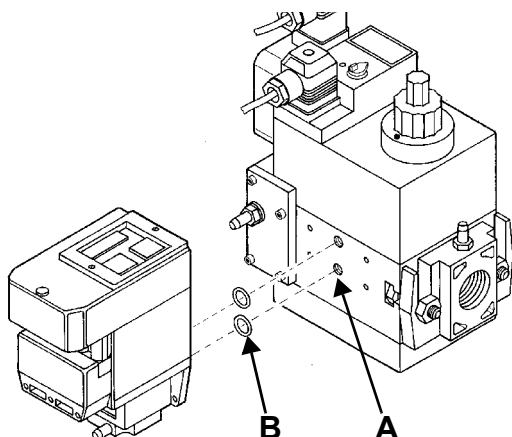
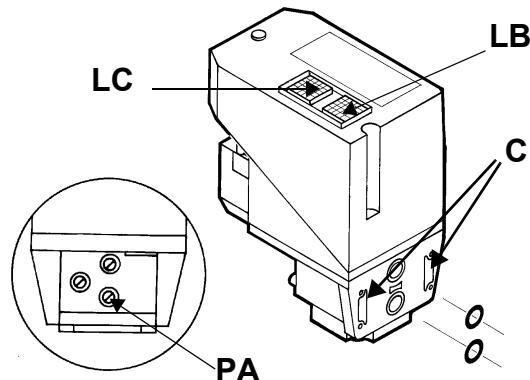

Рис. 6
Рис. 7
- 2). снять крепежные винты группы Multibloc (Рис. 6-A)
- 3). вставить уплотнительные кольца (10,5x2,25) в VPS 504 (Рис. 7-B, Рис. 6-B)
- 4). закрутить 4 винта блока контроля герметичности (M4x16) Рис. 6-C.
Для проверки работы, подсоедините манометр к штуцеру для отбора давления **PA** (Рис. 7). Если проверка завершилась положительно, через несколько секунд загорается жёлтая лампочка **LC**. В противном случае загорается красная лампочка блокировки **LB**. Чтобы перезапустить горелку, необходимо разблокировать блок управления нажатием на светящуюся кнопку **LB**.